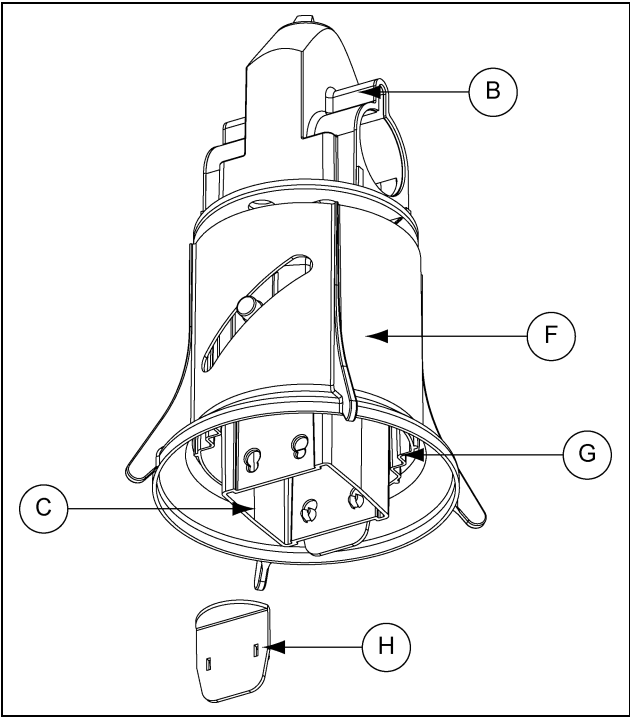

Рисунок 4V
6. Ориент уровень корма (F) и уровень подачи регулятор (G) с падение трубки снизу (C) держать трос лебедки держатель и сквозными отверстиями выровнены показано выше Рисунок 4V. В зависимости от подачи типа (стандартного или MAX), устанавливать и вешалки уровня (H) подачинадпопадения трубы (C) в правильной ориентации, показанной ниже Рисунок 4W.